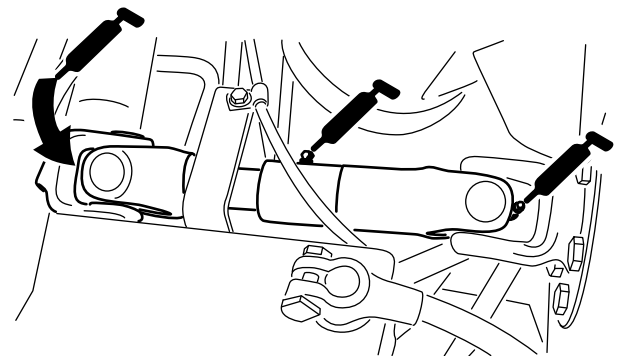

Figure 30
- Joint de cardan d'arbre d'entraînement de pompe (3) (Figure 30)